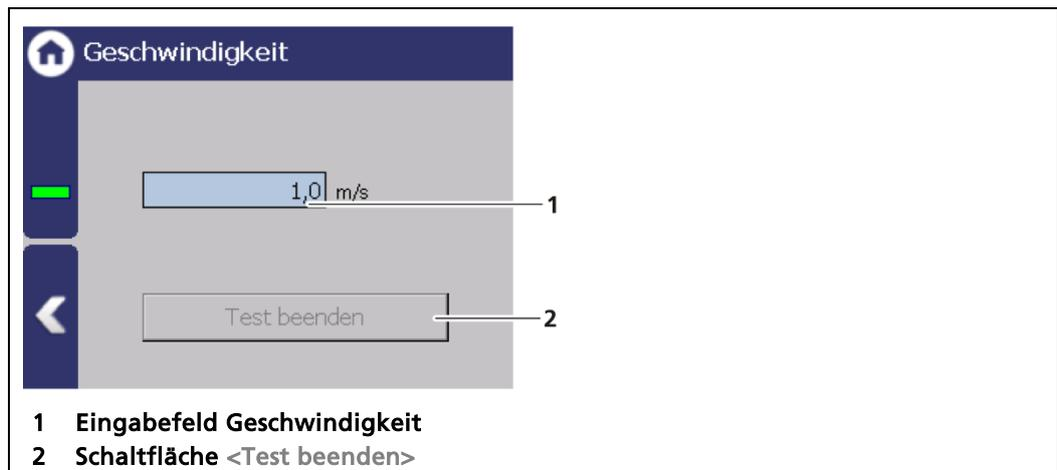

Abb. 131 Simulation Geschwindigkeit
1. Klicken Sie auf das Eingabefeld (Abb. 131, Pos.1) und geben Sie den Wert für die Simulation ein.
3. Klicken Sie auf die Schaltfläche <Test beenden> (Abb. 131, Pos.2) um die Simulation zu stoppen.